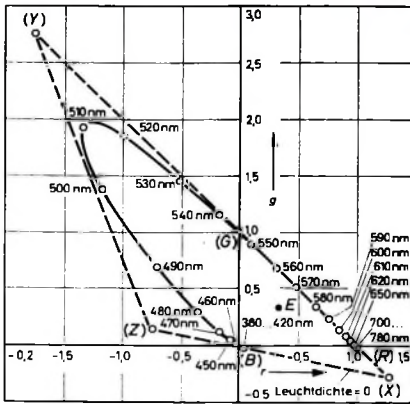

Bild 13. Darstellung der Spektralfarben im r-g-Diagramm
gilt, kann auf eine der Farbartkoordinaten verzichtet werden. Die Darstellung der Spektralfarben im r - g -Diagramm ergibt den hufeisenförmigen Kurvenzug im Bild 13; die angeschriebenen Zahlenwerte geben die Wellenlängen an. Die Lage der Primärvalenzen wird durch die Koordinaten (R): 1/0, (G): 0/1 und (B): 0/0 beschrieben. Diese Koordinaten kennzeichnen gleichzeitig das Dreieck, innerhalb dessen Farben mit den monochromatischen Primärvalenzen 700,0 nm, 546,1 nm und 435,8 nm anzupassen sind. Alle außerhalb dieses Dreiecks liegenden Farben können mit
Zum Beispiel erfordert die Bestimmung der Farbwerte von Farbreizfunktionen nahezu immer numerische Integrationsverfahren. Hier erschweren die negativen Anteile der Spektralwertkurven $\bar{r}$, $\bar{g}$, $\bar{b}$ die Auswertung und führen leicht zu Rechenfehlern. Durch Festlegung der Primärvalenzen in der Weise, daß das von ihren Farborten gebildete Dreieck den hufeisenförmigen Kurvenzug der Spektralfarben allseitig umschließt (Bild 13), ergeben sich Spektralwertkurven, die nur positive Vorzeichen aufweisen. Auch die Berücksichtigung von drei Leuchtdichtebeiwerten ist für zahlreiche Berechnungen erschwerend. Legt man jedoch zwei der Primärvalenzen auf die Gerade, die Farborte der Leuchtdichte Null verbindet, so ist die Leuchtdichte einer Farbanpassung stets dem Farbort der dritten Primärvalenz proportional.
gegeben (Bild 13). Die Leuchtdichtebeiwerte dieser Normvalenzen sind mit